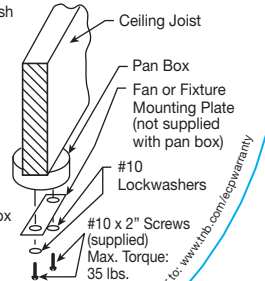

Fig. 2
- 6) Mount the ceiling fan or fixture mounting plate to the pan box using the two supplied #10 x 2" lg. screws and two #10 lockwashers. Pass the screws through the ceiling fan or fixture mounting plate then through the pan box clearance holes into the ceiling joist. Tighten screws snugly, see Fig. 2.
- 6) Fixer la plaque de montage du ventilateur de plafond ou du plafonnier à la boîte d'encastrement à l'aide des deux vis no 10 x 2 po et deux rondelles de fixation no 10 fournies. Passer les vis par la plaque de montage et les trous de passage de la boîte d'encastrement dans la solive. Bien serrer les vis., voir Fig. 2
- 6) Monte la placa de fijación del ventilador de techo o lámpara a la caja de conexiones redonda con los dos tornillos #10 x 2" de longitud y dos arandelas de seguridad #10 suministrados. Pase los tornillos a través de la placa de montaje del ventilador de techo o lámpara y luego a través de los agujeros de paso de la caja de conexiones redonda y atornillelos a la viga del techo. Apriete los tornillos firmemente, vea fig. 2.